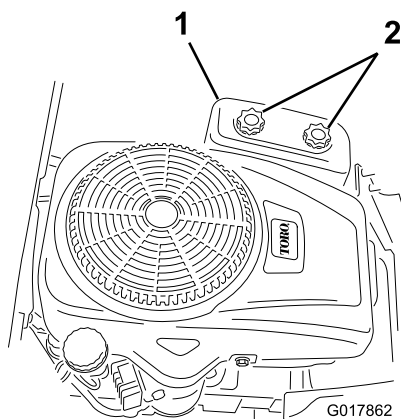

Figura 30
3. Retire la tapa del limpiador de aire desenroscando los 2 pomos (Figura 30).
3. Instale la tapa del limpiador de aire y apriete los 2 pomos (Figura 30).